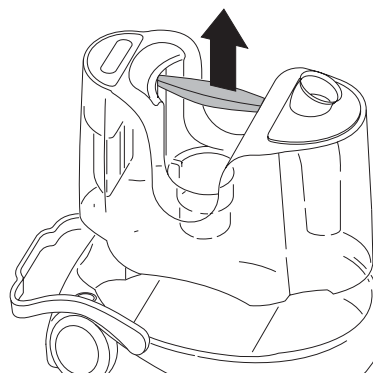

fig. 3
- Extrageți rezervorul de acumulare solide/lichide **H** folosind mânerul core-spunzător prevăzut pe rezervor (fig. 3).